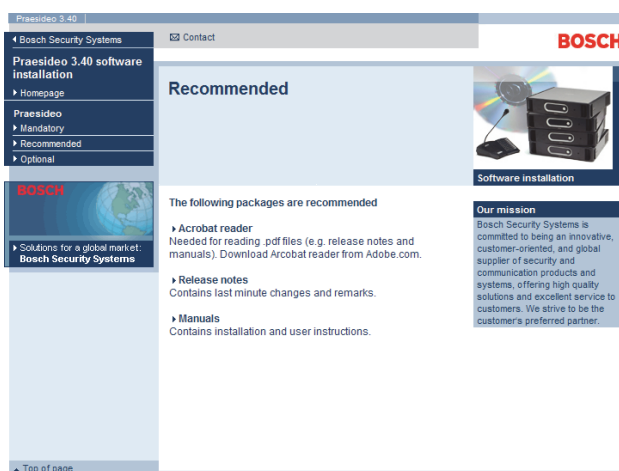

figura 38.1: Página de pacotes de software recomendados
- 2 Clique na ligação *Recommended*. Aparece um ecrã semelhante ao da figura 38.1.